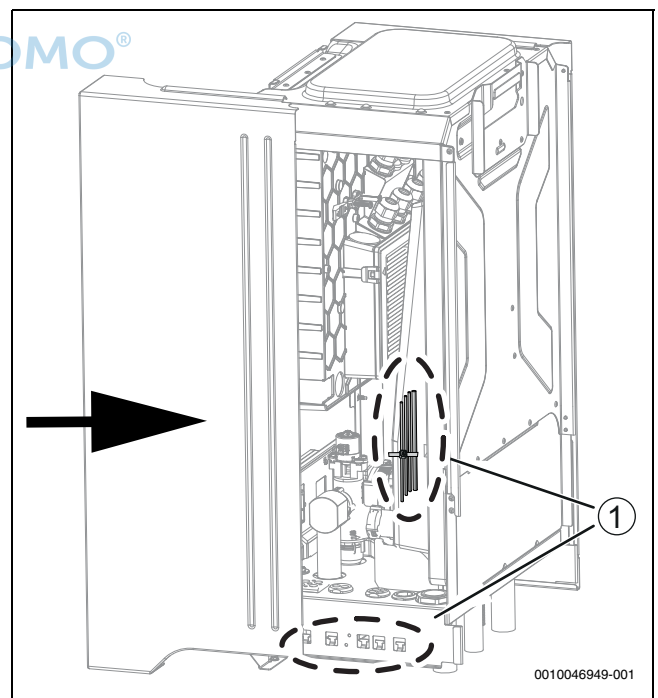

Bild 35 Schieben Sie die Seitenabdeckung an ihren Platz
- Achten Sie darauf, dass keine Kabel zwischen der Seitenabdeckung und dem Aufbau eingeklemmt werden (->Abbildung 35 [1]).